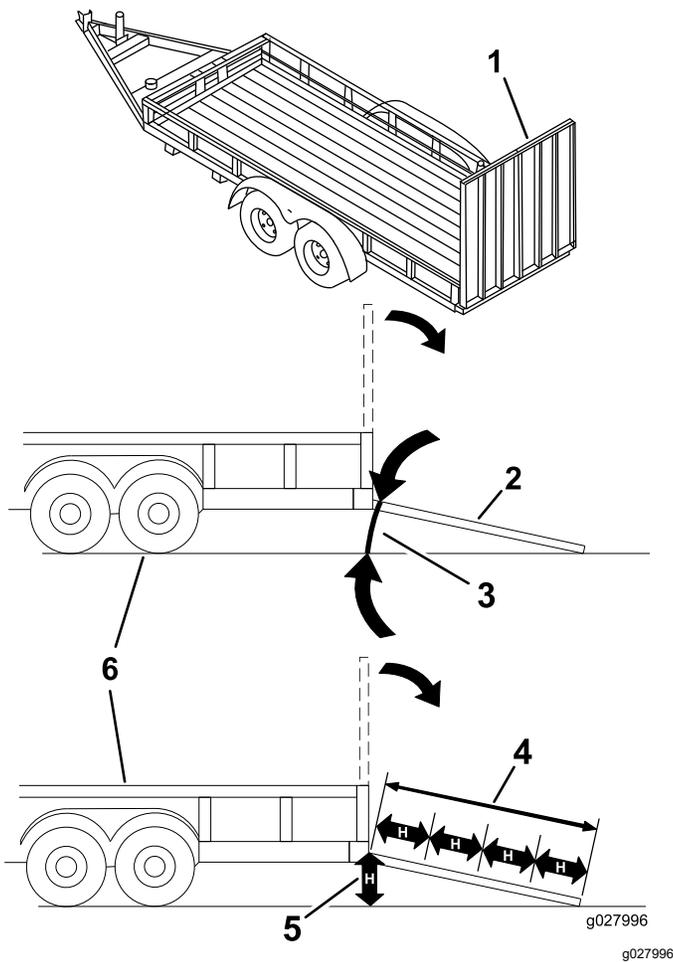

Figura 30
**El cargar la máquina en un remolque o un camión aumenta la posibilidad de un vuelco y podría causar lesiones graves o la muerte (Figura 30).**
1. Baje la rampa, asegurándose de que el ángulo entre la rampa y el suelo no supera los 15 grados (Figura 30).